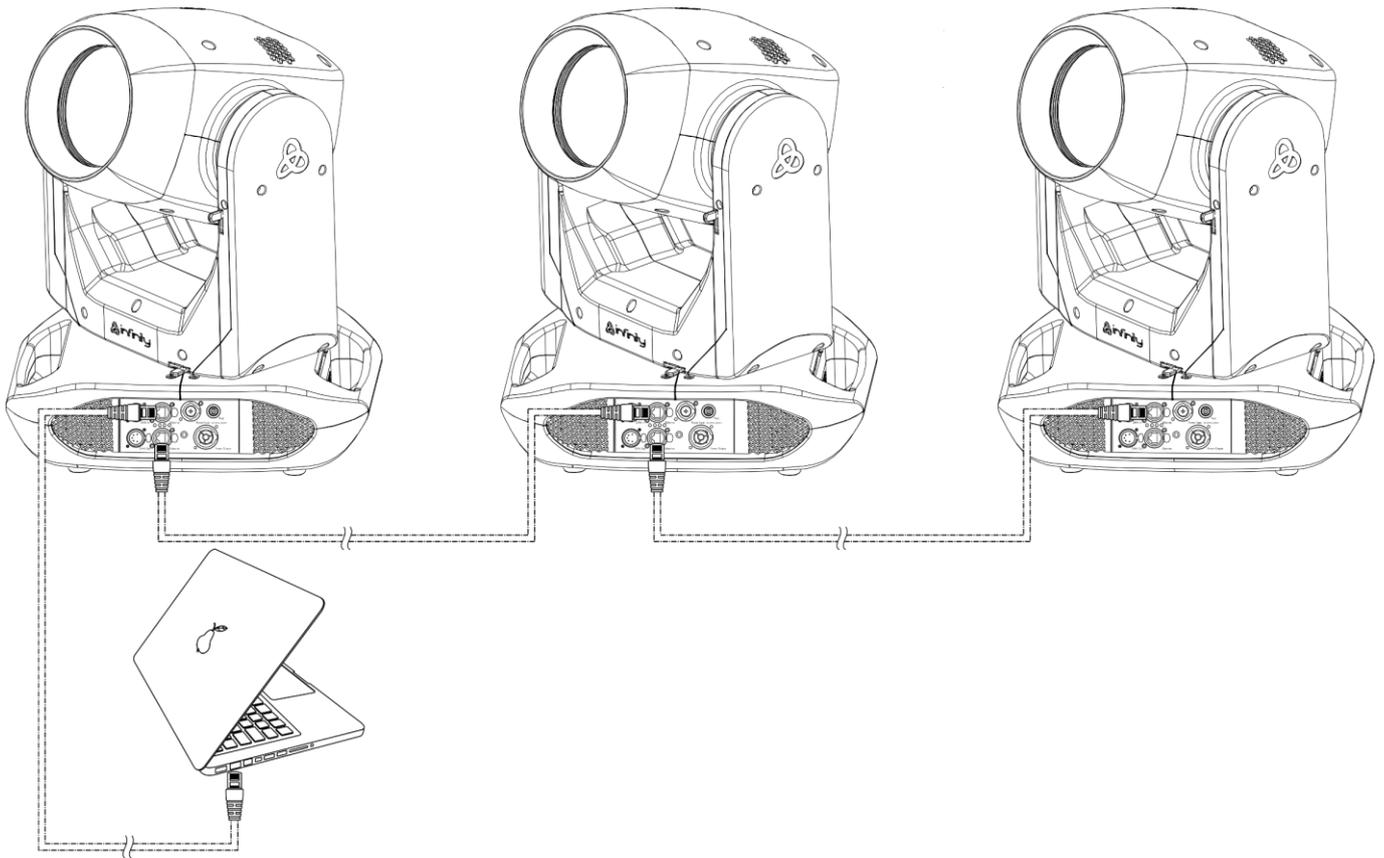

Abb. 13
- 05) Verbinden Sie die Geräte wie in Abb. 13. Schließen Sie den RJ45-Ausgang des ersten Geräts mit einem CAT5/CAT6-Kabel an den Eingang des zweiten Geräts an. Wiederholen Sie diesen Vorgang, um die restlichen Geräte anzuschließen.